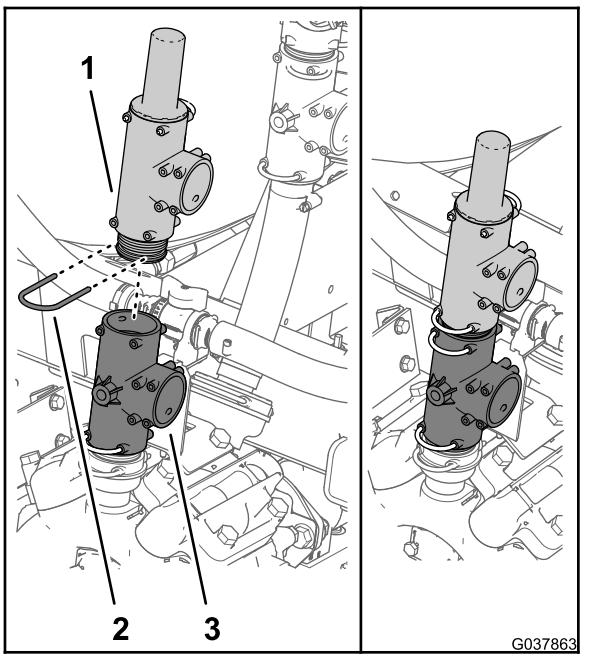

Figura 67
5. Montate il raccordo a T con la valvola di sfiato della pressione sul raccordo a T nella parte superiore della pompa dell'irroratrice con il fermo che avete rimosso al passaggio 3, come illustrato nella Figura 67.